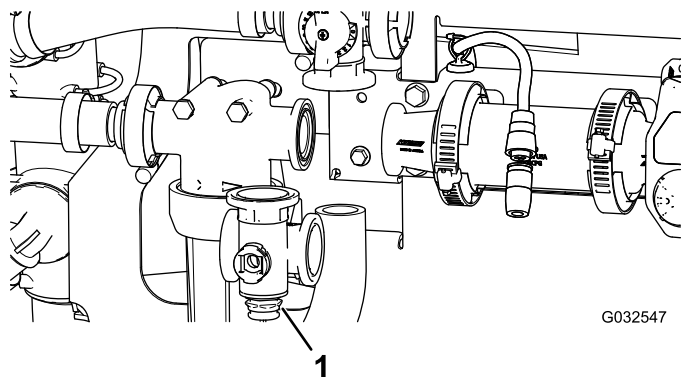

Figure 98
2. Déposez le collecteur de vanne d'agitation de la machine (Figure 98).